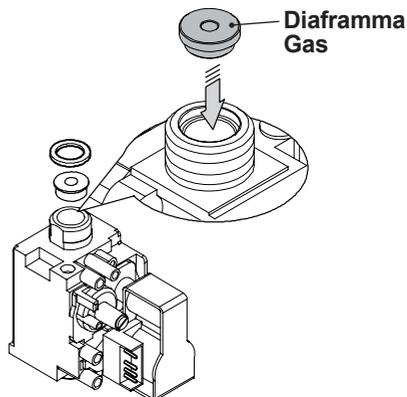

Figura 8.2
- Eseguire la trasformazione del tipo di gas sostituendo correttamente il diaframma gas (Figura 8.2), facendo riferimento alla sezione "Dati tecnici" pag. 24 (modello **Idea.eco 12 solo**), pag. 27 (modello **Idea.eco 25 solo**) e pag. 30 (modello **Idea.eco 35 solo**).